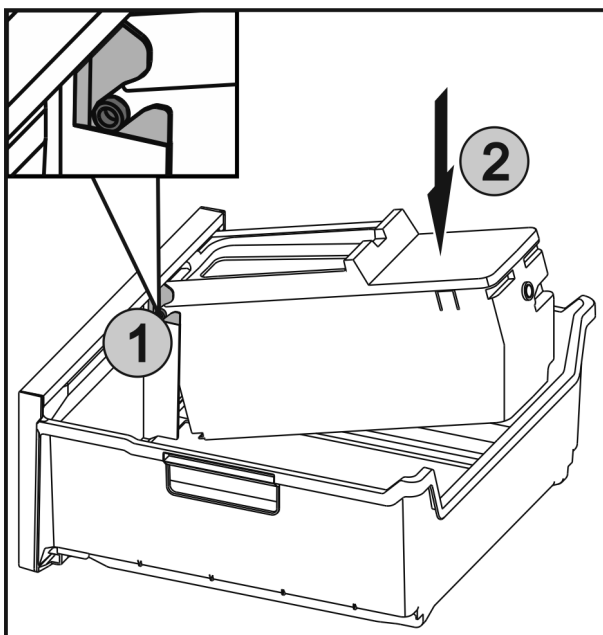

Fig. 41
- ▶ Die Achsen Fig. 41 (1) an EasyTwist-Ice in die Führungen einschieben und die hintere Seite Fig. 41 (2) bis die Lasche einrastet drücken.